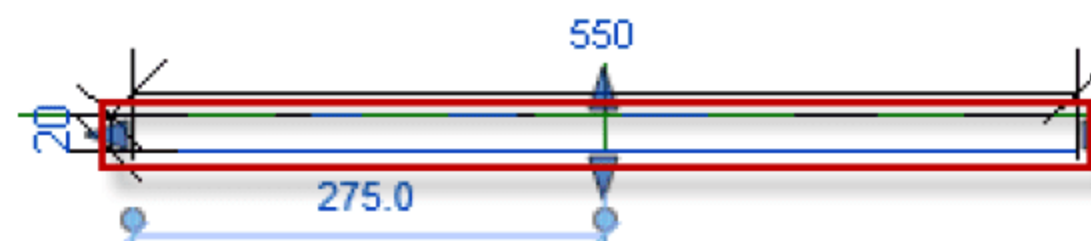

图 8.3.2 桌面的左立面图
(3) 编辑可见性并添加材质。首先,选中桌面图元,在“属性”面板中编辑“可见性/图形替换”选项,取消“平面/天花板平面视图”复选框的选择,单击“确定”按钮。其次,添加桌面的材质,选择或添加“不锈钢”类型,单击“确定”按钮,如图 8.3.2 所示。